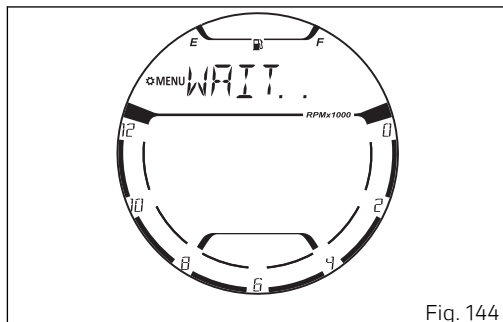

Fig. 144
Presionar el pulsador (4) para realizar la eliminación. El display visualiza la indicación "WAIT.." (Fig. 144) para luego regresar al acceso de la función Bluetooth con el número y la lista de los dispositivos actualizados.